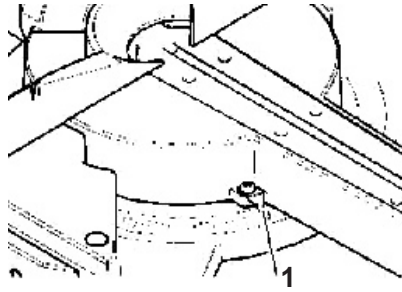

Рис.2
- вставте і закрутіть фіксуючий гвинт 1 поворотного столу (Рис. 2);